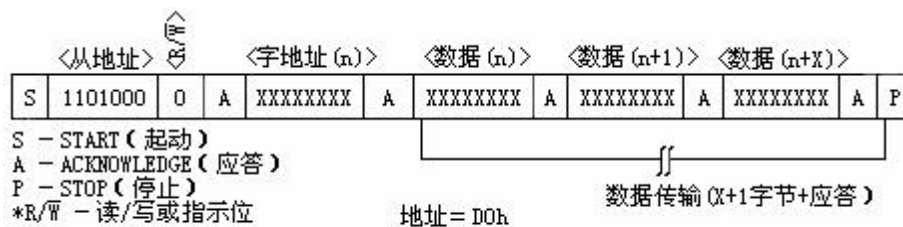

图6. 数据写 - 从器件接收模式
1、**从接收器模式（FS1007 写模式）：**器件通过 SDA 和 SCL 接收串行数据和时钟。在接收到每一个字节后，就发送一个应答位，而 START 和 STOP 为串行传递的始末端。在接收到从地址和方向位（见图 6）后，硬件自动执行地址识别。在主器件产生起动（START）条件后，接收到的第一个字节是地址字节，此地址字节包含有 7 位的 FS1007 地址：1101000，跟随在指示位（R/^W）之后（此时为写操作，该位为 0）。在收到并译出地址信息后，器件就在 SDA 线上输出应答位。在 FS1007 识别从地址+写入位后，主器件将发送一个寄存器地址到 FS1007，以此在 FS1007 上设置寄存器指针，之后，主器件将开始发送数据字节（FS1007 在接受完每个字节之后都将返回一个应答位），所有数据字节传输完成后，主器件将产生一个停止（STOP）条件来中断数据的写入。